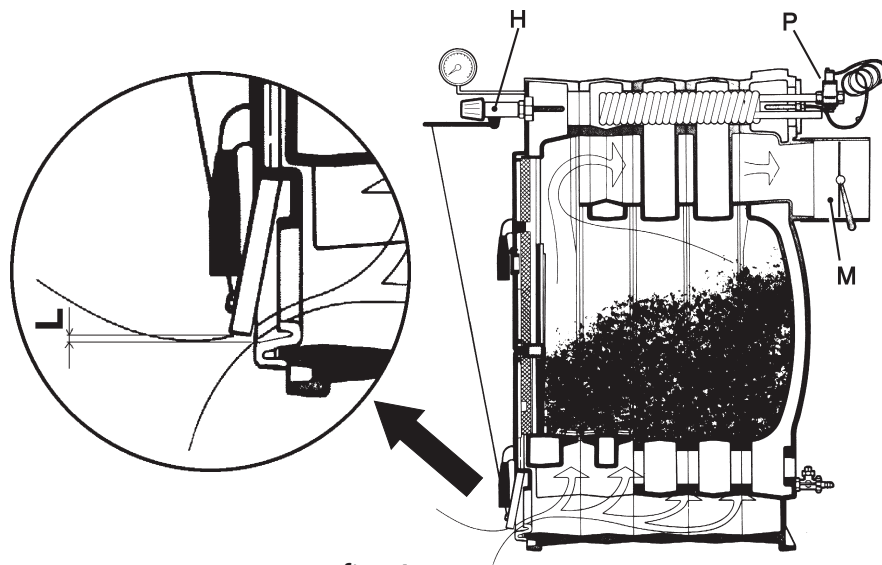

fig. 4
5. Ajustar el tornillo de regulación de la portezuela de toma de aire de manera que, al estar apoyada, siempre quede un paso de 1 o 2 mm como máximo. Con la caldera fría, instalar el termostato de regulación a 60°. Sujetar la cadena a la argolla de la portezuela de toma de aire y regular su longitud de manera que el paso de aire "L" (fig. 4) sea de aproximadamente 15 mm para carbón de coque de clase III y de 2 mm para madera.
- 1 Quitar la cadena y el armazón del regulador termostático "H" (véase fig. 4).